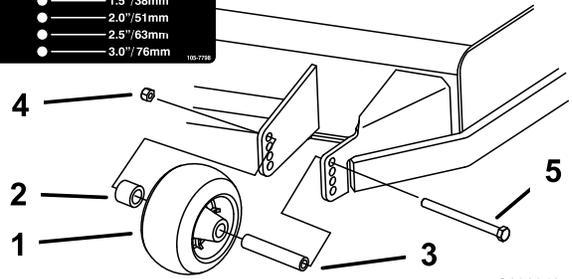
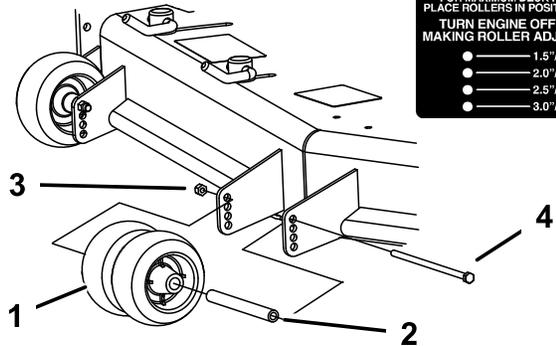
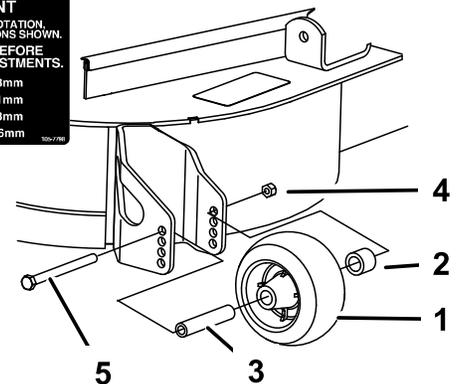

Figure 28
Figure 29
Figure 30
- Réglez les galets anti-scalp comme montré à la Figure 28, la Figure 29, et la Figure 30.